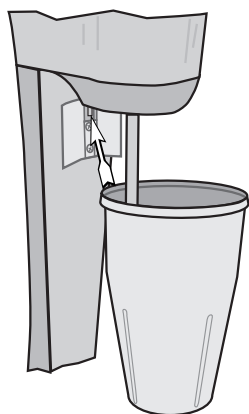

Fig. 3
- 3 Inserire il contenitore nell'apposito supporto per innescare il microinterruttore che determina l'azionamento del motore (Fig. 3).